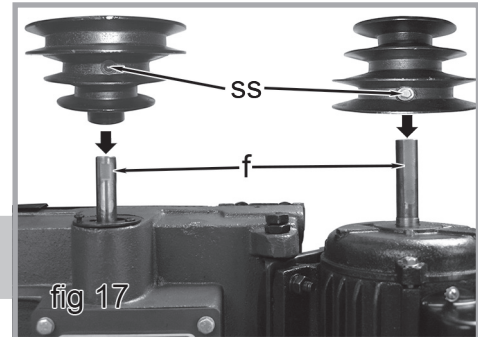

fig 17
9. Placez la poulie du moteur sur l'arbre du moteur et aligner la vis de réglage (ss, fig 17) de la poulie de moteur avec la surface aplatie de l'arbre du moteur (f, fig 17).
10. Placez la vis sans fin sur l'arbre de vis sans fin et aligner l'ensemble vis de la poulie de engrenage sans fin (ss, fig 17) avec la surface aplatie de l'arbre de engrenage sans fin (f, fig 17).
REMARQUE : Dans la fig 17, le couvercle poulie a été supprimé pour mieux voir.